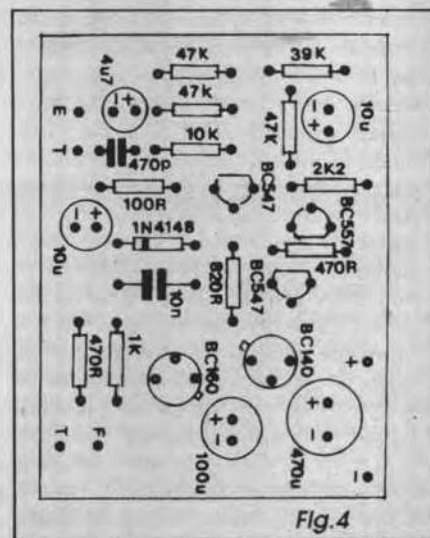

Fig.4
- FIG. 4 - CHAPEADO DA MONTAGEM - Pelo lado dos componentes (o não cobreado...), vemos agora todas as peças colocadas, identificadas pelas respectivas estilizações gráficas padronizadas por APE, codificadas pelos seus nomes al-